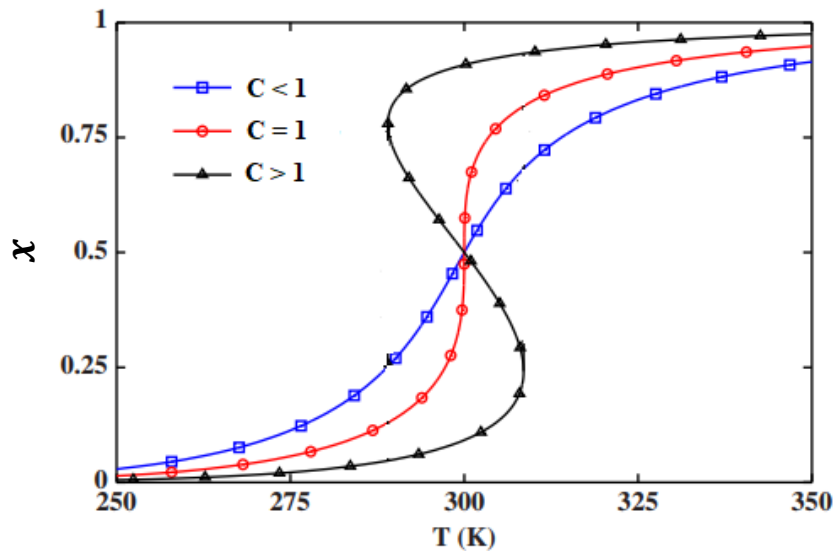

Figure 6 : Courbes  $x = f(T)$  pour différentes valeurs de C
À partir de ce point, le sujet est difficile : soit la grandeur  $C = \frac{\gamma}{2RT_{1/2}}$ ,  $T_{1/2}$  étant la température d'équilibre à laquelle les deux formes coexistent avec la même fraction molaire. L'influence de  $\gamma$  sur les transitions de spin est représentée à la figure 6 pour des valeurs de  $\Delta_r H^\circ$  et de  $\Delta_r S^\circ$  égales à celles de l'étude précédente.
6. En analysant l'effet d'une augmentation progressive de la température de 250 K à 350 K, représenter la courbe  $x = f(T)$  dans le cas où  $C > 1$  (on notera qu'à partir d'une certaine température, le point représentatif du système ne peut plus suivre la courbe de la figure 6 car cela supposerait une baisse de température alors que celle-ci est augmentée).